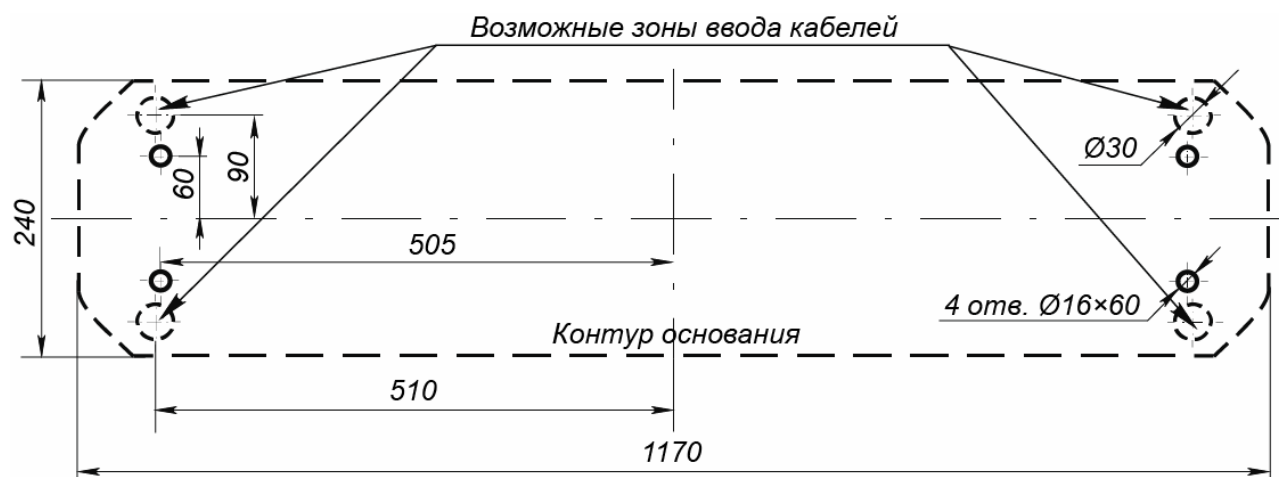

Рисунок 11. Схема разметки для установки стойки ЭП
4. Выполните на установочной поверхности в соответствии с рис. 11 разметку отверстий для монтажа стойки.